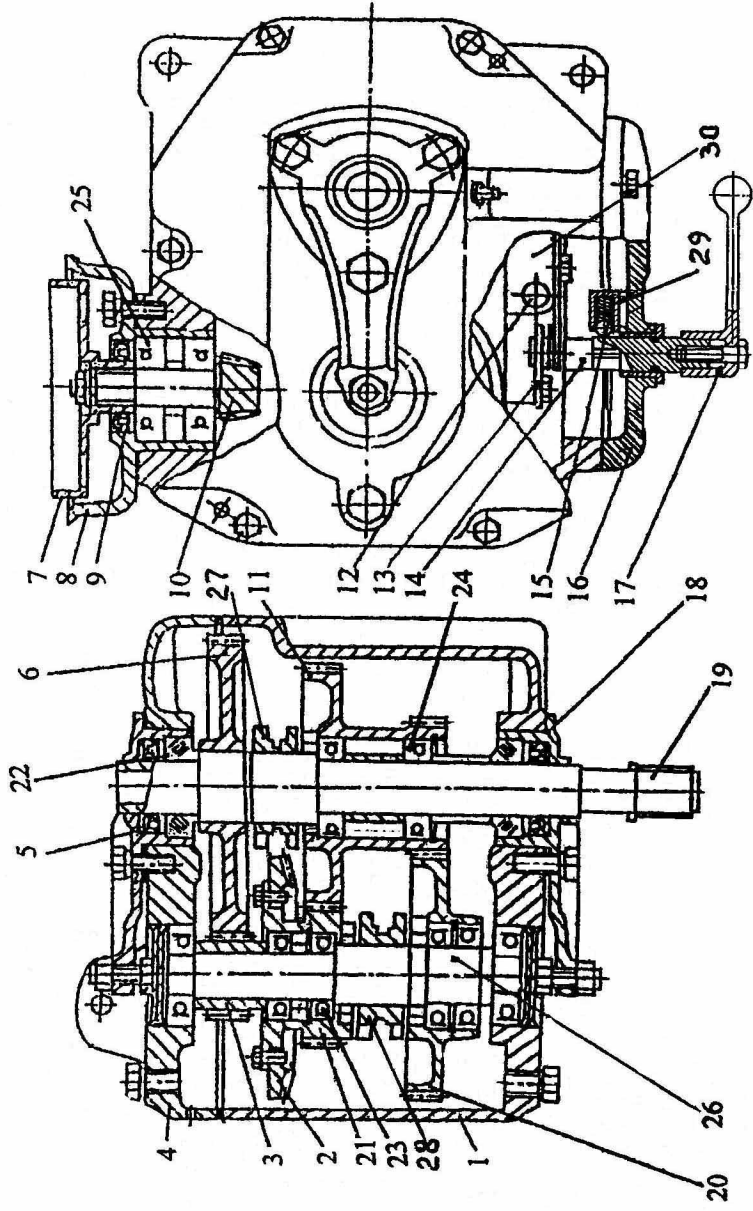

Рис. 3. Вращатель (УКБ-12/25)
4.2. Вращатель (рис. 3) базовой модели представляет собой механическую коробку передач с тремя скоростями, которые включаются кулачковыми муфтами.
Рис. 3а. Вращатель (УКБ-12/25И)
Боковой зазор должен быть в пределах $0,15-0,35$ мм у широкой части зуба, что соответствует повороту ступицы фрикционной муфты 7 (см. рис. 3) на величину $1,2-1,5$ мм замера на наружном радиусе ступицы при неподвижной ведомой шестерне.
Конструктивно вращатель установки УКБ-12/25И отличается от вращателя УКБ-12/25 приводной частью (двигатель — муфта сцепления — первичный вал). Рис. 3а
Остальная часть вращателя осталась без изменения. На рис. 3а показаны позиции основных деталей приводной части.
При установке двигателя на вращатель центрирование ступицы поз. 11 Рис. 3а производить при выключенном сцеплении (т. е. диск сцепления должен быть свободным).